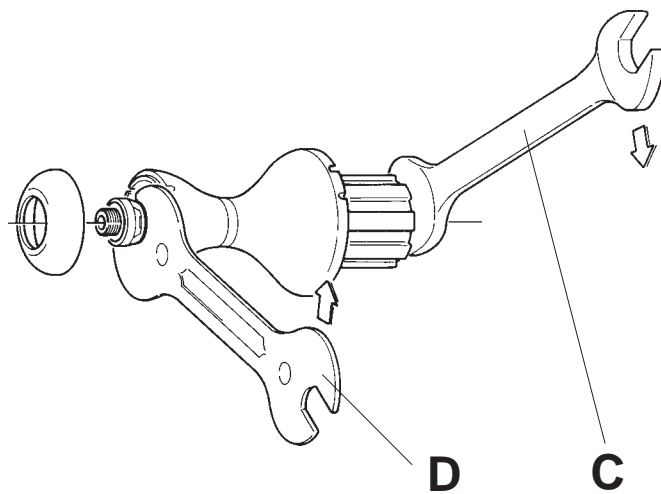

Fig. 59
- Svitare il dado con la chiave fissa da 17 mm (C), contrastando la rotazione del perno con una chiave per coni da 14 mm (D) posta sul cono del lato opposto (Fig. 59) o bloccando il lato opposto alla ruota libera del perno nell'attrezzo UT-HU020 con una morsa.
- Dévissez l'écrou en utilisant la clé à ouverture fixe de 17 mm (C), en empêchant la rotation de l'axe avec une clé à cônes de 14 mm (D) placée sur le cône du côté opposé (Fig. 59) ou en bloquant le côté opposé à la roue libre de l'axe dans l'outil UT-HU020 avec un étau.
- Unscrew the nut using a 17 mm fixed wrench (C), counteracting the rotation of the axle with a 14 mm cone wrench (D) placed on the cone on the opposite side (Fig. 59) or by locking the side opposite the axle freewheel in tool UT-HU020 with a vise.
- Desenroscar la tuerca con la llave fija de 17 mm (C), obstaculando la rotación del eje con una llave para conos de 14 mm (D), puesta en el cono del lado contrario (Fig. 59) o bloqueando el lado opuesto a la rueda libre del eje en el utensilio UT-HU020 con un tornillo.
- Die Mutter mit dem 17 mm Maulschlüssel (C) lockern. Um der Drehbewegung der Achse entgegenzuwirken, einen 14 mm Konusschlüssel (D) auf den Konus der gegenüberliegenden Seite (Abb. 59) aufsetzen oder die dem Freilaufkörper gegenüberliegende Achsenseite, mit dem Werkzeug UT-HU020 im Schraubstock blockieren.
- Draai de moer los met behulp van een 17 mm sleutel, hierbij de as vasthouden met een 14 mm conusleutel (D) op de conus aan de andere zijde (fig. 59) of door de linkerzijde van de as vast te houden met het gereedschap UT-HU020 met een schroef.